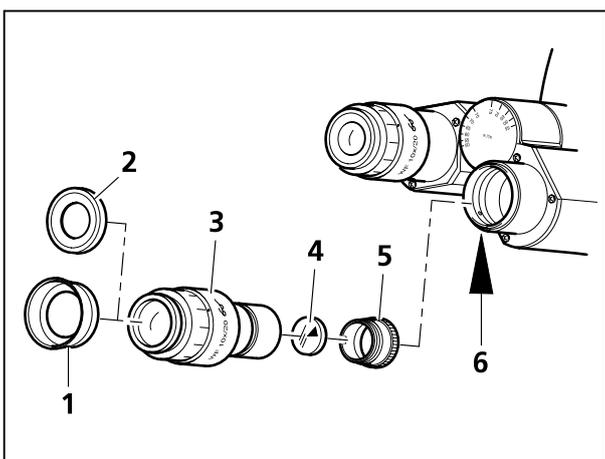

Fig. 7 Mise en place du réticule de mise au point
Les oculaires (Fig. 7/3) sont munis de bonnettes en caoutchouc retroussables (Fig. 7/1 : bonnette rabattue ; Fig. 7/2 : bonnette retroussée).
- Dévissez la tige fileté (Fig. 7/6) sur la partie binoculaire du tube avec une clé à six pans de 1 mm et sortez l'oculaire.
- Dévissez la monture porte-réticule (Fig. 7/5) et ôtez-la.
- Insérez le réticule de mise au point (Fig. 7/4) dans l'oculaire (face traitée du côté de l'œil de l'observateur), puis revissez la monture porte-réticule.
- Avec la bague de réglage de l'oculaire (Fig. 7/3), effectuez la mise au point du réticule cunéiforme.